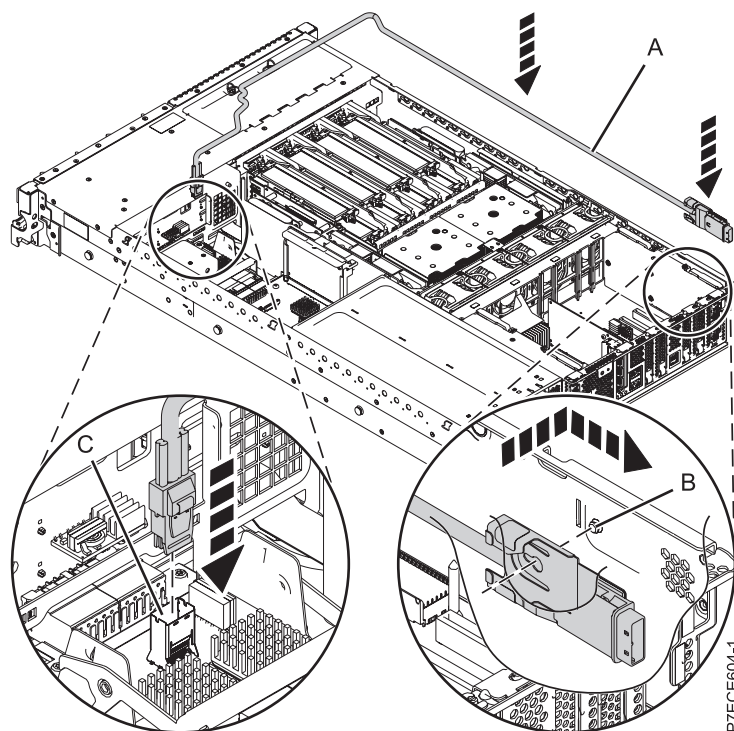

Figure 25. Remplacement du câble SAS
3. Branchez le connecteur mini-SAS du câble SAS au port de connexion SAS interne (C) sur l'interposeur de stockage et appuyez jusqu'à ce qu'il s'enclenche. Pour plus d'informations, voir figure 25, à la page 41.
4. Faites passer le câble (A) devant le boîtier d'extension de mémoire, dans la gouttière le long de la paroi latérale jusqu'à ce que le connecteur de port SAS se trouve à proximité de l'ouverture situées à l'arrière du châssis.
5. Alignez l'encoche du support du connecteur de port SAS (B) sur la broche de guidage à l'intérieur du boîtier. Puis, glissez le connecteur de port SAS dans l'ouverture à l'arrière du châssis jusqu'à ce que le taquet du support s'enclenche.